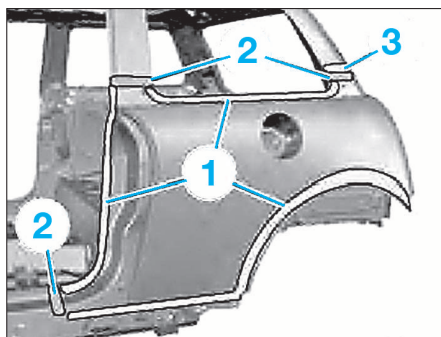

FIG. 21
- Meuler les points de soudure dans la zone (1) (Fig.21).
- Appliquer de la colle à pare brise dans la zone (1).
- Mettre en place l'insonorisant (2).
- Souder les zones (1) (Fig.21).
- Braser les zones (2).